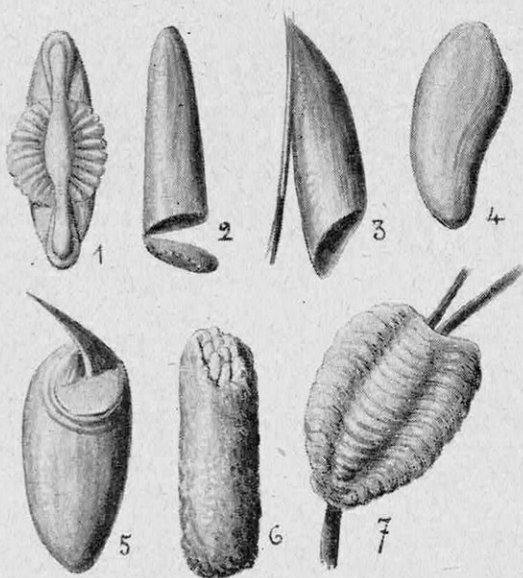
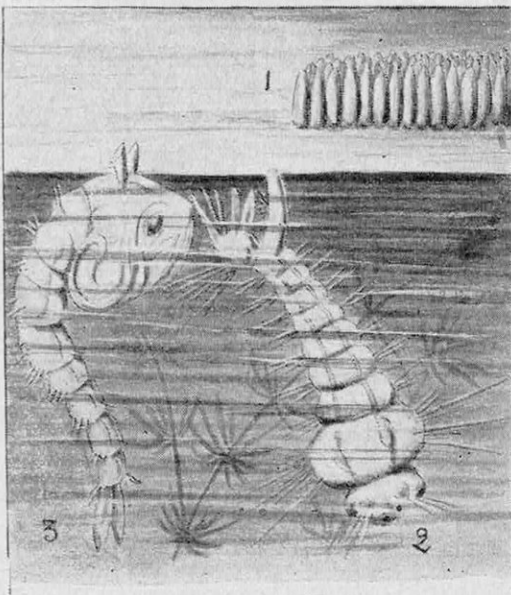

FIG. 1. — DIFFÉRENTS ASPECTS PRÉSENTÉS PAR LES ŒUFS D'INSECTES
FIG. 14 — MOUSTIQUE OU COUSIN
Voyez (fig. 1) cet œuf d'*Anophèle* (1), qui doit être déposé sur l'eau ; il a tout ce qu'il faut pour le maintenir à la surface du liquide. A côté, celui du moustique (2) possède une partie inférieure plate, ce qui permet à la pondeuse d'agglomérer sa ponte en une espèce de radeau qui prend l'aspect d'un paquet de cartouches minuscules (fig. 14). L'œuf du *Gastrophile* est en cône à base oblique. La partie pointue est collée à un poil de l'animal sur lequel la larve doit éclore (3).
Nous présentons (fig. 14) les œufs (1), la larve (2), la nymphe (3), d'un Moustique. Nous avons décrit, précédemment, les premiers. La larve est un petit monstre, couvert de soies rigides, qui vient respirer à la surface de l'eau par un siphon placé à sa partie postérieure. La nymphe n'est pas moins étrange, mais ne respire pas de la même façon. Elle absorbe l'air au moyen de cornes thoraciques situées en